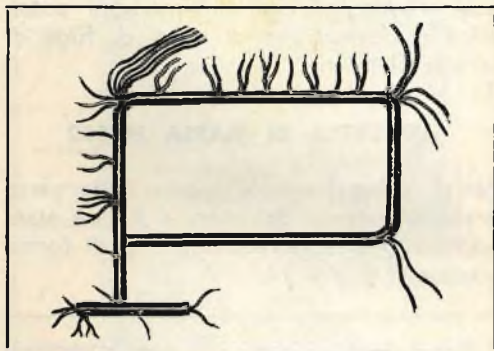

Fig. 21.
Il pettine maggiore (v. fig. 21) comprende tutti i conduttori necessari ai collegamenti delle parti poste sul piano inferiore dello chassis.
7) Adagiare sul fondo del telaio il pettine di fig. 21 ed eseguire la filatura di tutte le connessioni relative ai pannelli premontati, ai potenziometri, ai condensatori elettrolitici da 8 - 16 e 20 μ F nonché alle resistenze e al cambio di sensibilità.